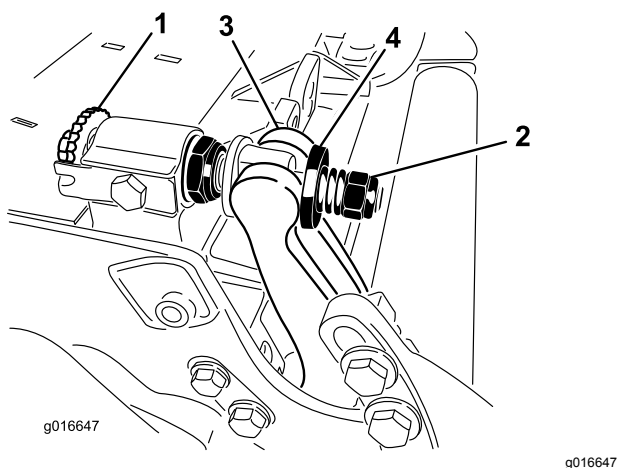

Figura 29
1. Ruotate le viti di regolazione della barra di appoggio in senso antiorario per allontanare la controlama dal cilindro (Figura 29).
2. Allentate il dado di tensione della molla finché la rondella non sarà più in tensione contro la barra di appoggio (Figura 29).